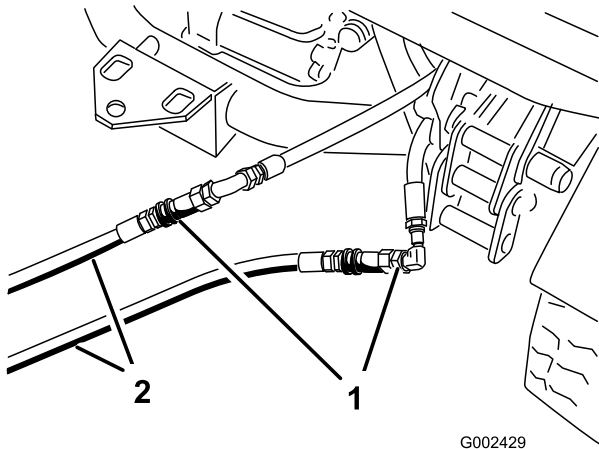

Figure 76
3. Sur le véhicule en panne, raccordez les deux flexibles de secours aux flexibles débranchés (Figure 76). Obtenez les deux raccords inutilisés.